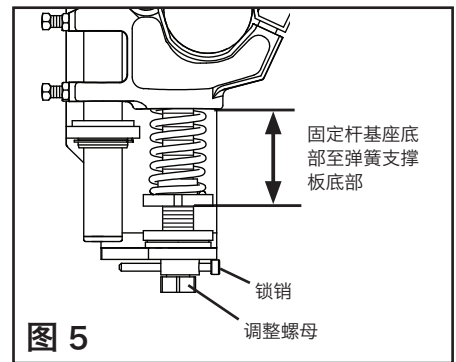

图 5
5. **设置刮刀张力。** 转动调整螺母直至达到正确的弹簧压缩量 (图 5)。弹簧压力取决于弹簧的长度。请参照下表找出适合您输送带带宽的弹簧长度。重新安装好锁销。
- 5. 设置调节杆套管。** 设置好刮刀张力后，将调节杆套管拧进 UHMW 衬套直到露出部分长度为 38mm (1-1/2") (图 5)。拧紧调节杆套管止动螺母。